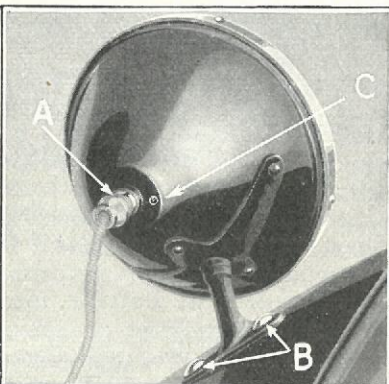

Fig. 533
- 1135** Udtag Kontaktpropperne paa Forlygterne (Fig. 533-A) ved at trykke dem indad og dreje dem mod Uret.
- 1136** Skru Møtrikkerne af de to Forlygtstøttebolte (Fig. 533-B), hvorpaa Forlygten kan fjernes fra Forskærmen.